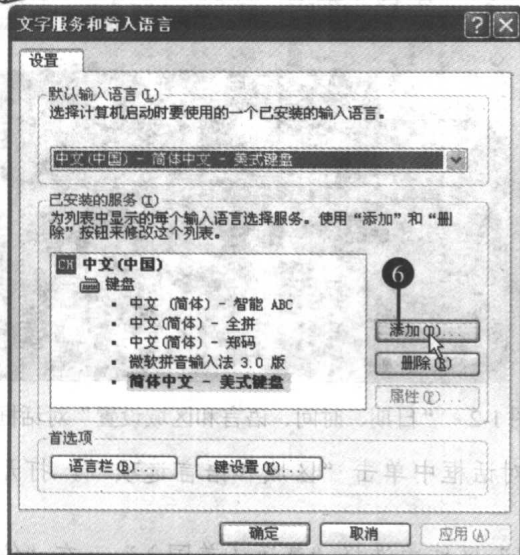

图 1-5 “文字服务和输入语言”对话框
(6) 在“语言”选项卡中单击“详细信息...”按钮，打开“文字服务和输入语言”对话框，如图 1-5 所示。